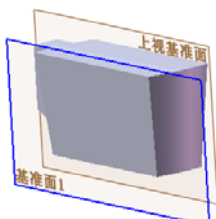
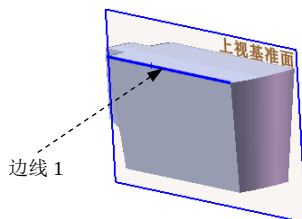

图 5.11.17 基准面 1
图 5.11.18 选取边线 1
Step11. 创建图 5.11.17 所示的基准面 1。选择下拉菜单 **插入(I)** → **参考几何体(G)** → **基准面(P)...** 命令，系统弹出“基准面”对话框；在 **第一参考** 下选择上视基准面，在 的文本框中输入数值 0；在 **第二参考** 下选取图 5.11.18 所示的边线 1；单击对话框中的 按钮，完成基准面 1 的创建。